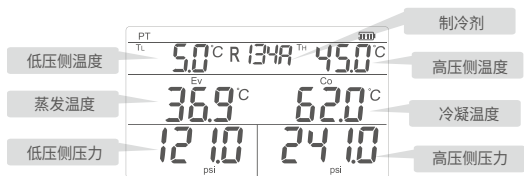

图1 饱和温度子模式界面图
① 测量前需将温度探头连接至产品，开机后将自动识别探头。
2. 按下电源键，开机，进入主界面（图1）。
① 每次测量前先进行压力传感器校零。
① 清零前务必切断仪器与任何压力源的连接，并与外界压力保持均衡。
① 低压端制冷剂管（蓝色）与高压端制冷剂管（红色）分别与仪器相连，并将其连接至被测系统。
① 仅在饱和温度子模式（EV CO）下才可切换制冷剂。
制冷剂设置结束后读取数据，界面（图1）显示高低压侧实测压力、温度、饱和温度和蒸发温度值。